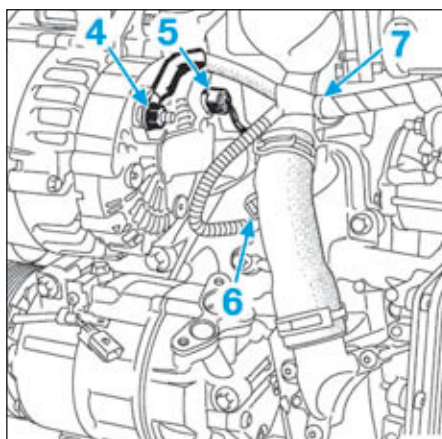

FIG.109
- Déposer l'écrou (4) (Fig.109) du faisceau d'alternateur.
- Débrancher le connecteur (5) du faisceau d'alternateur et le connecteur (6) du capteur de pression d'huile.
- Dégrafer le faisceau du tuyau d'entrée de pompe à eau en (7) puis l'écarter.